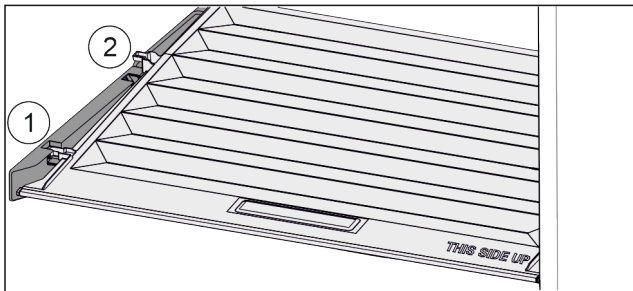

Fig. 60
- ▶ Потянуть крышку до отверстия в поддерживающих деталях вперед Fig. 60 (1).
- ▶ Поднять сзади снизу и извлечь Fig. 60 (2) движением вверх.